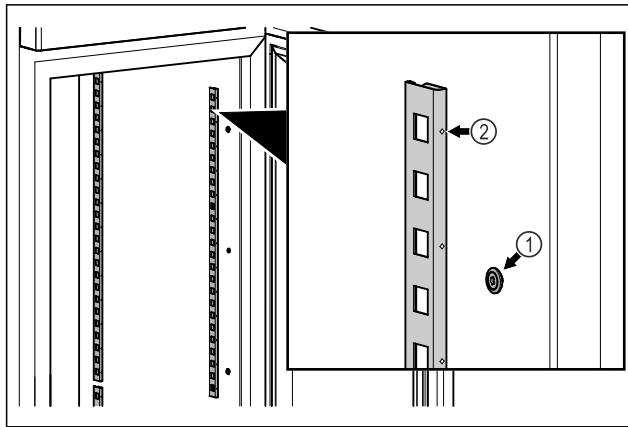

Fig. 56 Simbolična slika
- Zagozdne letve obesite na Fig. 56 (1) obešalni element. Oznaka Fig. 56 (2) mora biti obrnjena naprej.